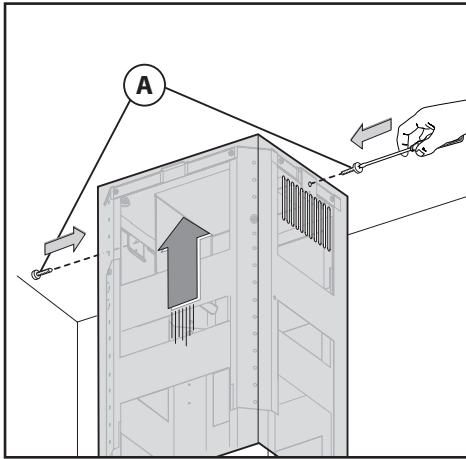

Fig.10
- Tag den øverste del af skorstenen og fastgør den til strukturen ved hjælp af de 2 skruer **A** (Fig.10).